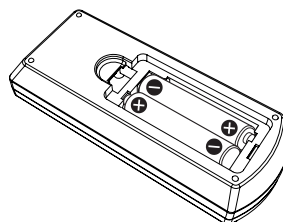

Fig. 2
- 2) Inserte las pilas y cierre la tapa. (Inserte el lado “” en primer lugar). (Fig. 2)